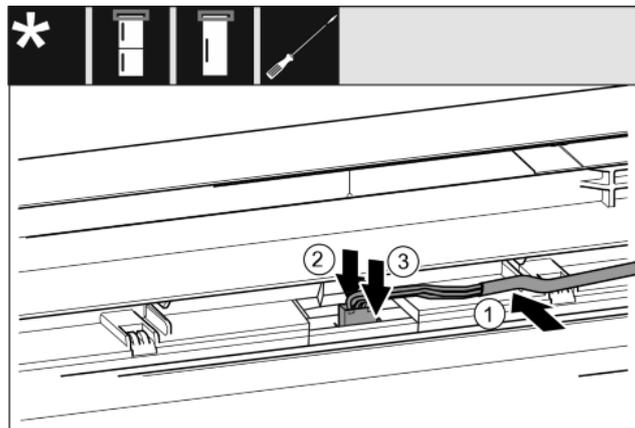

Fig. 35
- ▶ Poser le câble gris dans le guide de la porte supérieure. Fig. 35 (1)
- ▶ Pousser l'ergot vers l'arrière Fig. 35 (2)
- ▶ Insérer le connecteur. Fig. 35 (3)